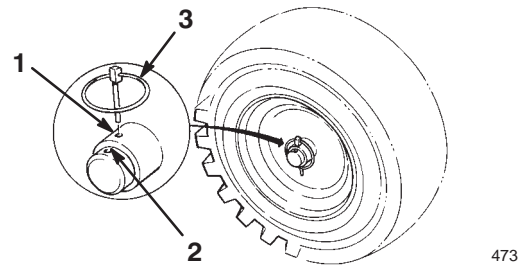

Figure 4
8. Glissez les roues vers l'intérieur et insérez les goupilles dans les trous du moyeu et le trou *intérieur* de l'essieu (Fig. 4).